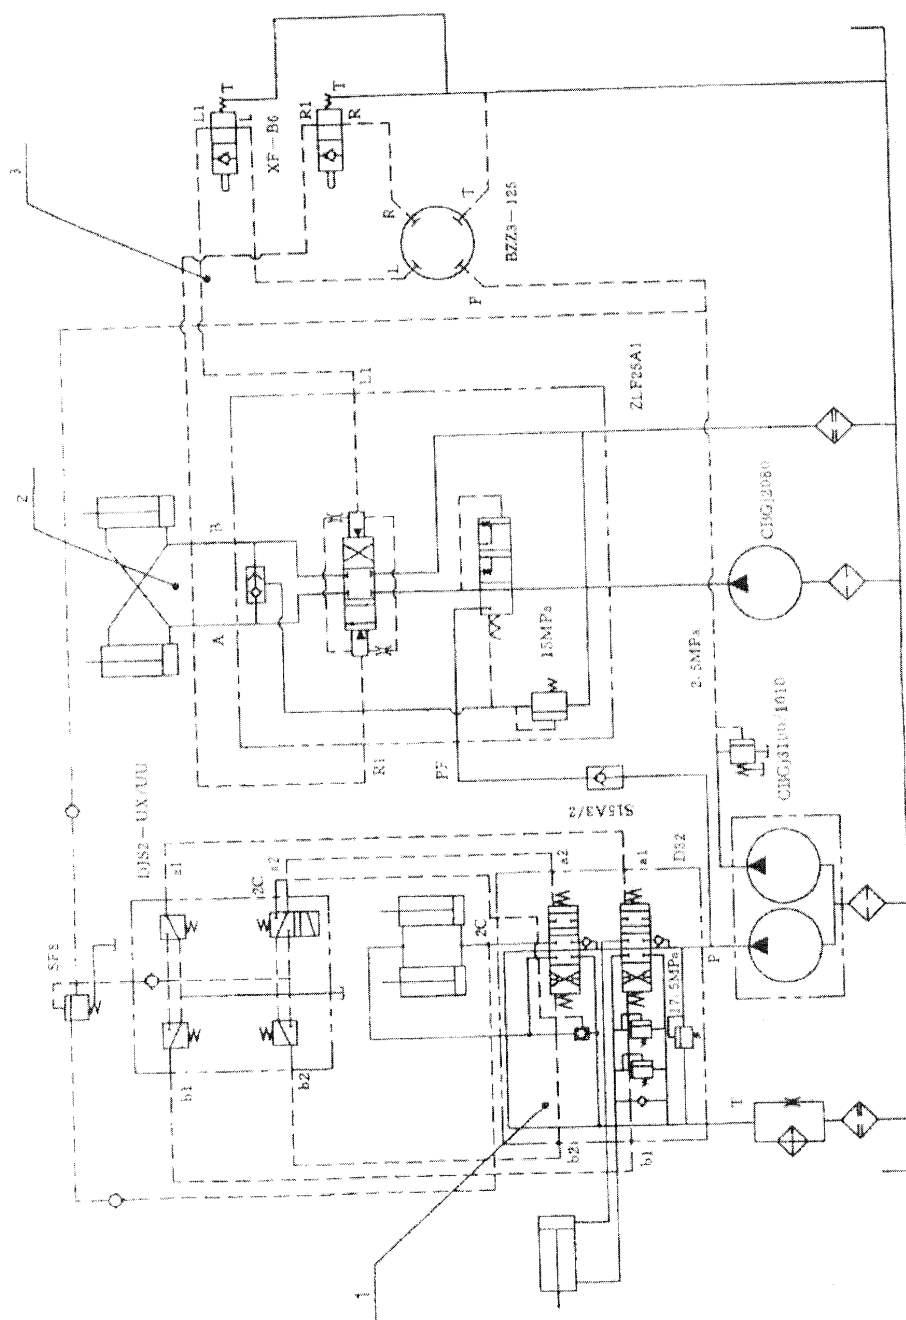

Рис.4-8. Диаграмма гидравлической системы
Гидравлическая система погрузчика ZL50G включает в себя рабочую гидравлическую систему, гидравлическую систему управления, систему контроля пилота. на рис. 4-8 представлена диаграмма гидравлической системы.
2) Принцип работы (Рис.4-8)